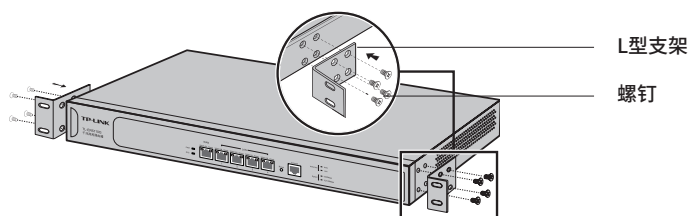

图2-1 支架安装示意图
2. 将配件中的两个L型支架分别安装在路由器面板的两侧，并用配件中提供的螺钉固定，如图2-1所示；